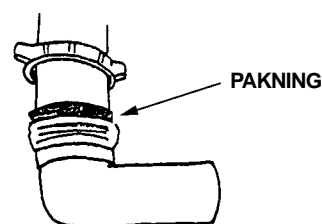

Fig. 2a
3. Monter vinkelrøret på røret og sørg for, at pakningen slutter tæt ved vinkelrøret (fig. 2a).